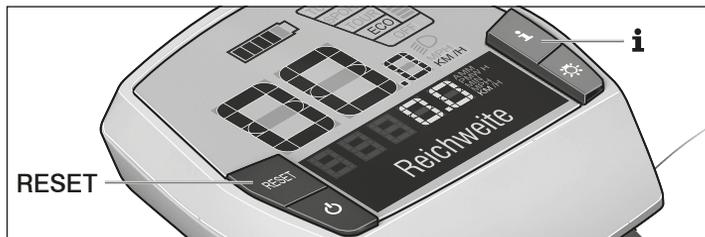

Abb.: B-18 Tasten **i** und RESET auf dem Bediencomputer.
- Zum Wechseln der Ansicht drücken Sie die Taste **i** so oft, bis die gewünschte Ansicht angezeigt wird (siehe *Bild B-17* bzw. *Bild B-18*).